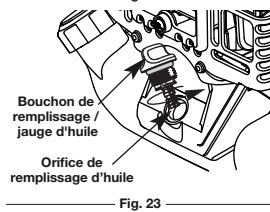

Fig. 23
6. Si le niveau est trop bas, ajoutez un peu d'huile par l'orifice et revérifiez (Fig. 23). Continuez jusqu'à ce que le niveau d'huile atteigne le haut de la jauge.
REMARQUE: Assurez-vous que le joint torique est mis sur le bouchon de remplissage / jauge d'huile au moment de la vérification et du changement d'huile (Fig. 23).